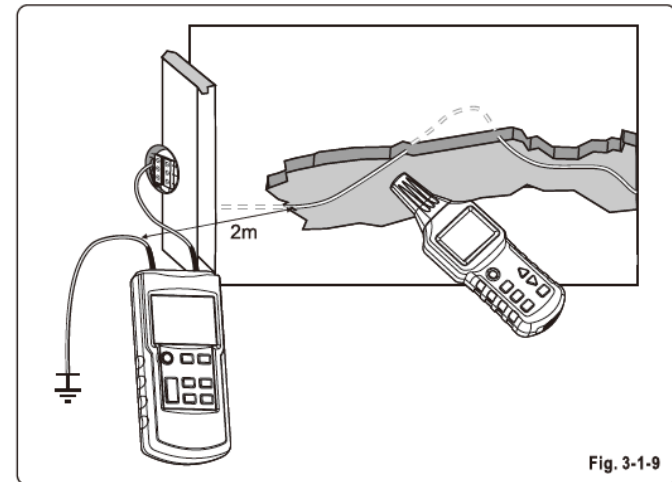

Fig. 3-1-9
- Connectez le transmetteur de la manière indiquée à la figure 3-1-9 ;